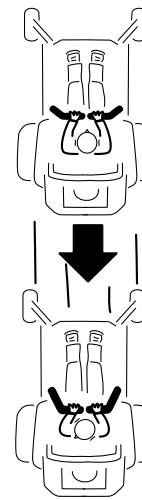

Figure 15
2. Pour faire marche arrière, vérifiez que la voie est libre derrière la machine et sur sa trajectoire tout en tirant lentement les leviers de commande de déplacement en arrière (Figure 15).
- Pour vous déplacer en ligne droite, appliquez une pression égale sur les deux leviers de déplacement (Figure 15).